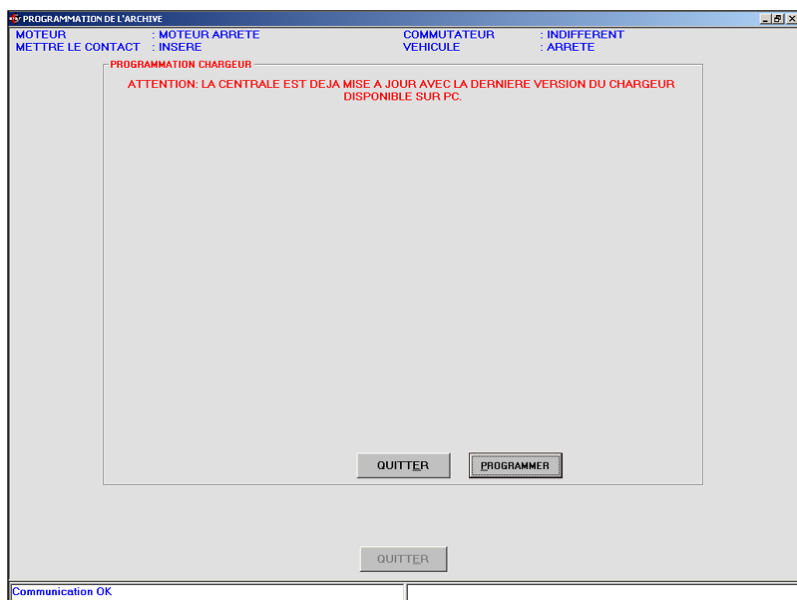

Fig. 4.40d - Mise à jour du chargeur si sur la centrale sa version est égale au PC
3. La centrale a déjà la dernière version de chargeur présente sur PC. La page-écran est celle en figure 4.40d, dans laquelle le message au centre de l'écran avertit qu'il n'est pas nécessaire de mettre à jour la centrale.